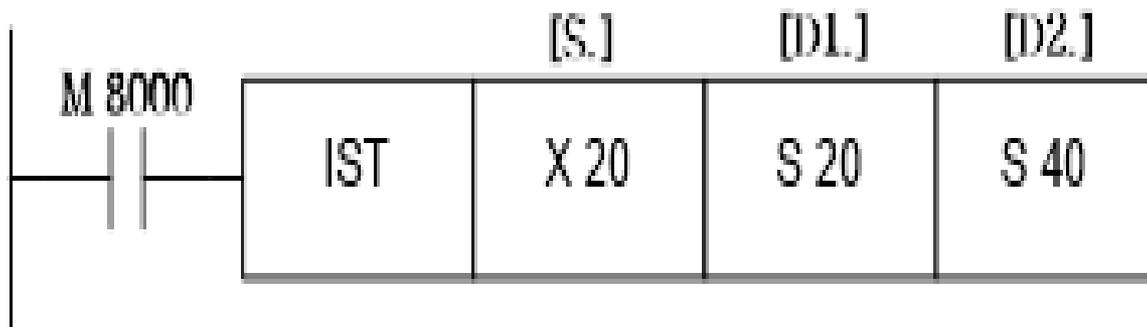

图7.54 置初始状态指令IST的应用说明
**IST**指令的应用说明如图7.54所示。图中程序表明在**PLC**通电后，**M8000**接通，执行**IST**指令。指令指定在自动方式中，所用状态继电器的最小编号应为[D1. ]，最大状态继电器的编号应为[D2. ]，本例中指定为**S20~S40**。同时指明：从[s. ]开始的连续8个输入继电器的功能是固定的，本例中是从**X20**开始的8个连号元件。其8个元件**X20~ X27**被自动定义为如下功能：